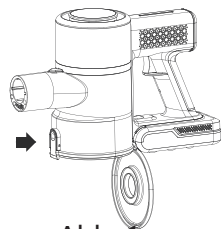

Abb. 1
2. Drücken Sie die Entriegelungstaste, die untere Klappe fällt automatisch nach unten, Abb. 1.